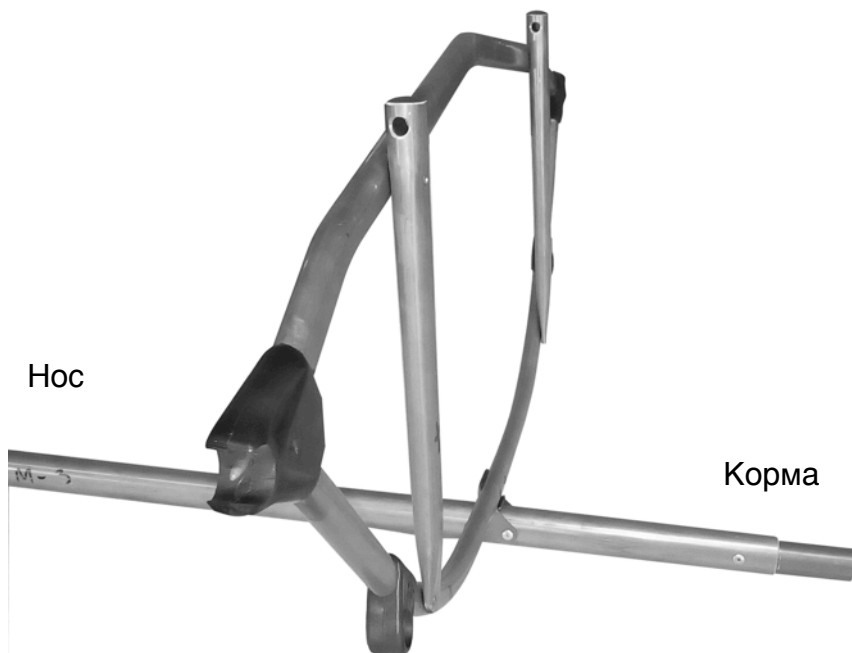

Рис.7. Установка шпангоута №2.
8. Возьмите кормовой штевень (2), распорку (20), привальник (3) -2шт, шпангоут №4. Повторить операции, описанные в пунктах 3-6.
12. Возьмите привальники (3) - 4 шт и соединить их с уже закрепленными на носу и корме, аналогично пункту 3. Совместите отверстия.
13. Возьмите шпангоут №2 и установите его, закрепив на носовой вставке кильсона и привальниках. (см п.3 и п.5). Обратите внимание что пиллерсы шпангоута смотрят в сторону кормы (рис.7).
14. Возьмите шпангоут №3 и установите его, закрепив на кормовой вставке кильсона и привальниках (аналогично п.13). Обратите внимание что пиллерсы шпангоута смотрят в сторону носа (рис.7).